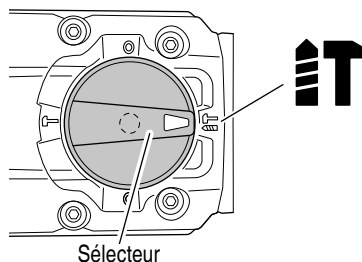

Fig. 12
- (1) Commutation sur "rotation + percussion"
- (b) Alignez ▲ du levier du sélecteur et  du couvercle de la manivelle comme illustré à la Fig. 12.